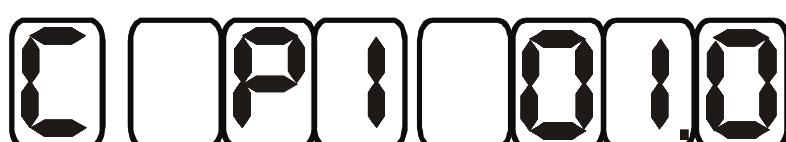

Рис. 13. Значение давления P1, при котором происходит измерение величины влажности.
**6.3.4. Режим пересчета давления.** Для входа в этот режим нажмите **кнопку “Режим”** два раза. На индикаторе отобразится символ режима пересчета давления и значение давления P1 (Рис.13). Под давлением P1 подразумевается давление, при котором производится измерение. В примере на Рис.13 давление, при котором производится измерение, равно 1 атм.